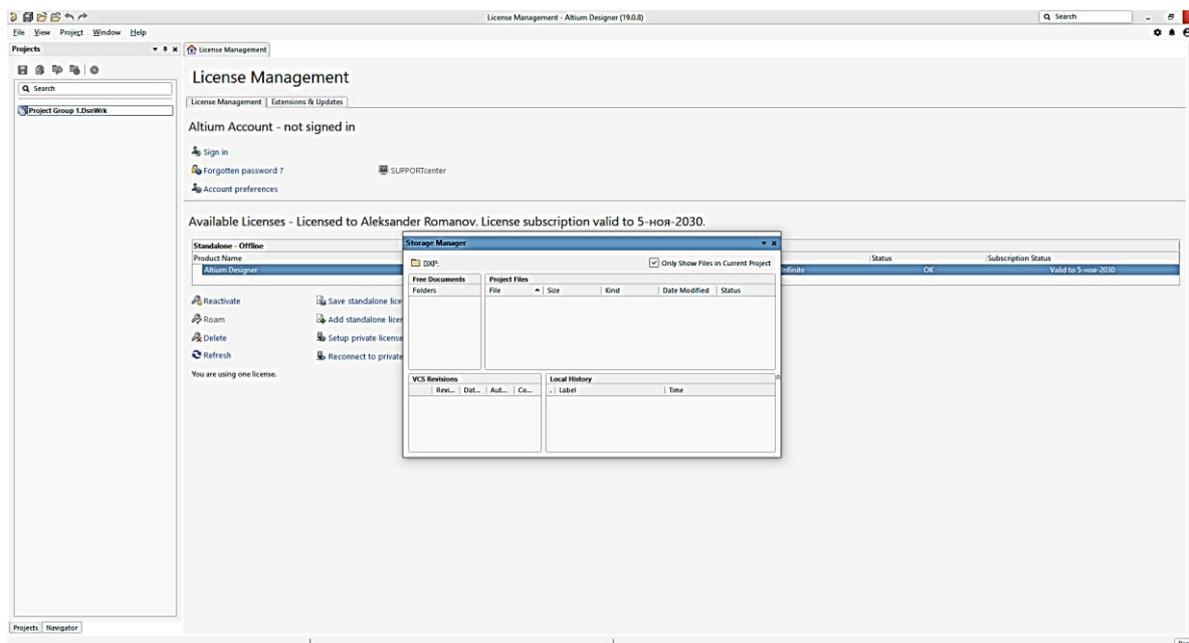

Рис. 1. Окно при первом запуске
- Show startup screen – показывает экран загрузки при запуске программы (рисунок 1).